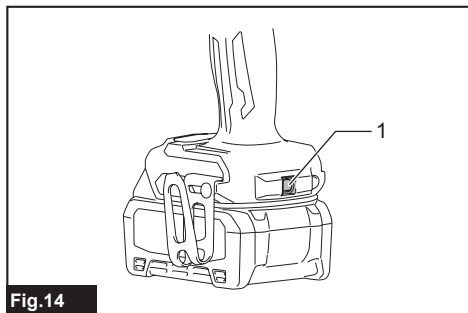

Fig.14
► **Рис.14:** 1. Держатель насадок для отвертки